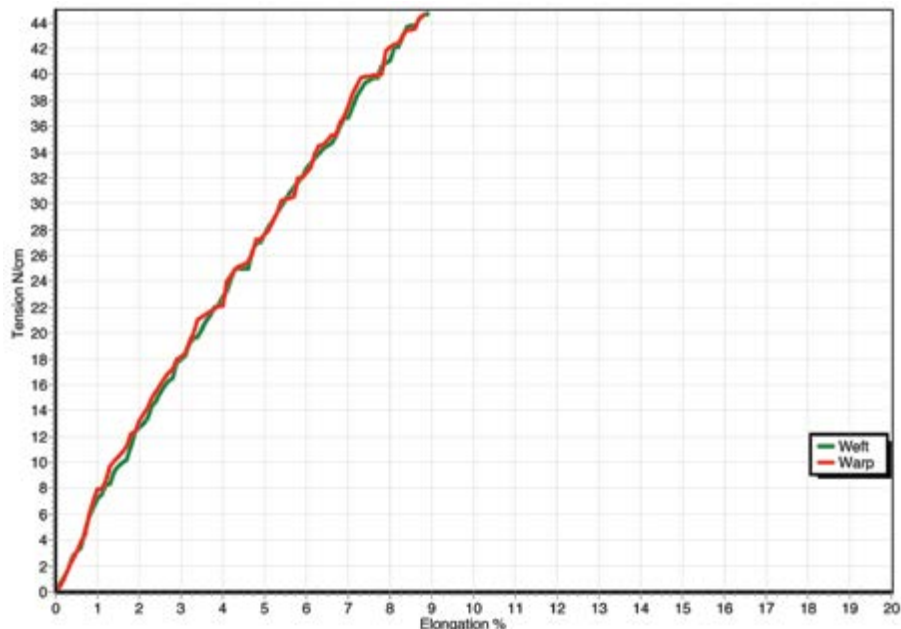

图 1 - 应力应变曲线与丝印网经纱和纬纱方向延伸率
55.48 (140/in) 丝网的应力/应变曲线典型分析如下图 1 所示。该图显示了丝网经纱和纬纱方向的延伸率处于平衡状态，而织物延伸率较低，这需要达到并维持一个较高的张力水平。经纱和纬纱延伸率处于平衡状态意味着在较高的张力水平下，网孔保持正方形，而且整个丝网的网孔大小保持一致。这对半色调印刷来说最为重要，因为我们需要在织物上设置规则的印点图案。如果织物在编织时不一致，则可能会产生云纹（这只是造成云纹的诸多原因之一）。